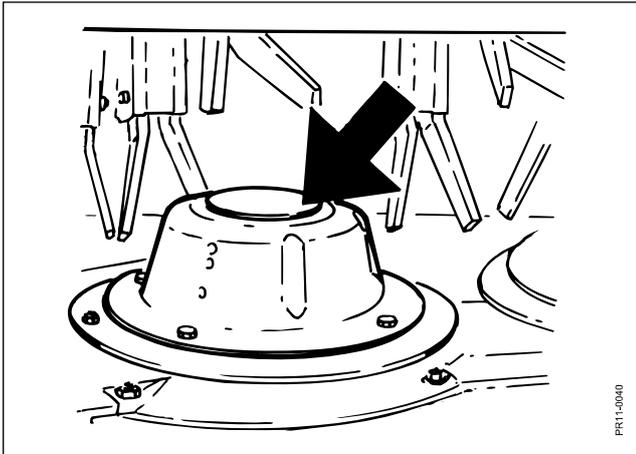

Fig. 3-13
**Fig. 3-13** Die Scheiben sind mit Flowzylindern versehen, um das Erntegut schneller von den Messern wegzuführen. Hierdurch werden auch die Risiken für Streifenbildungen und Wiederhäckseln reduziert.